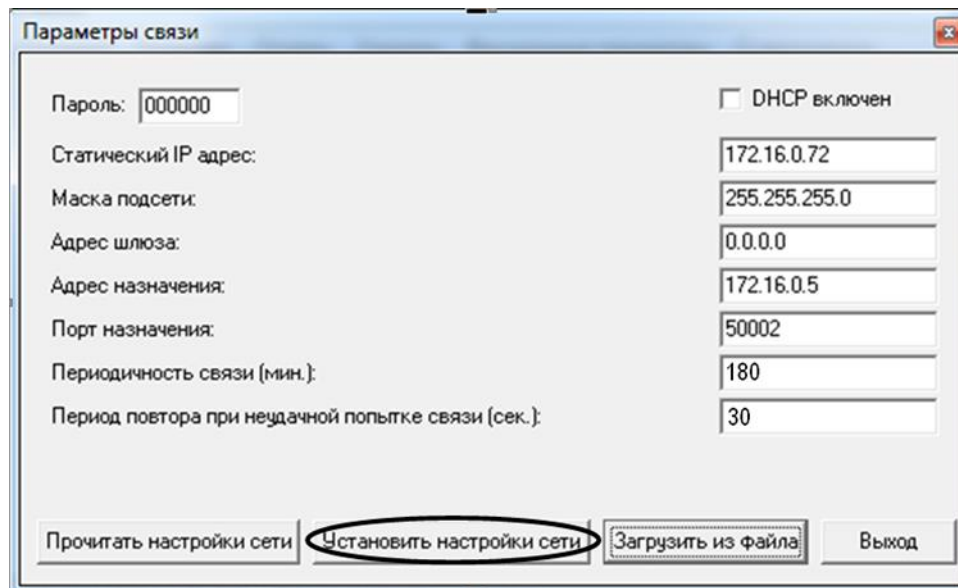

Рисунок 31
6.1.8 У вікні «Параметры связи» з'являться дані із файлу з налаштуваннями (рисунок 31). Для завантаження налаштувань до реєстратора натиснути кнопку «Установить настройки сети».